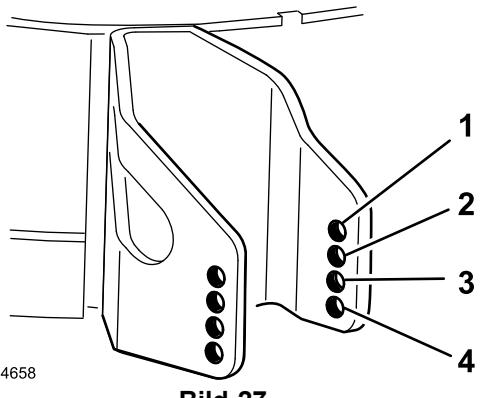

**Bild 26**
3. Nach dem Einstellen der Schnitthöhe sollten Sie die Rollen einstellen. Nehmen Sie die Bundmutter, die Büchse, das Distanzstück und die Schraube ab (Bild 26).
5. Setzen Sie die Bundmutter, die Büchse, das Distanzstück und die Schraube ein. Ziehen Sie sie auf 54–61 Nm an (Bild 26).